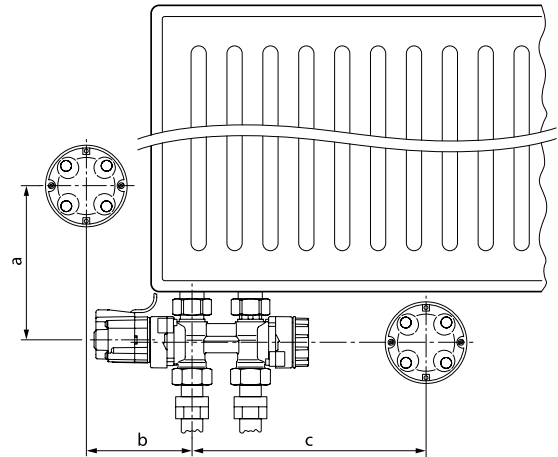

Fig. 6-1: Positionierung der UP-Hohlwanddose für GeniAx Pumpenelektronik (Beispiele)
Bei Anlagen mit Heizkörpern wird jedoch empfohlen, die Pumpenelektronik in unmittelbarer Nähe des Heizkörpers zu setzen. Dazu ist in der Rohinstallationsphase die UP-Hohlwanddose entsprechend zu positionieren (siehe Fig. 6-1).
- UP-Hohlwanddose für Pumpenelektronik positionieren entspr. Fig. 6-1. Folgende Abstandsmaße werden empfohlen: